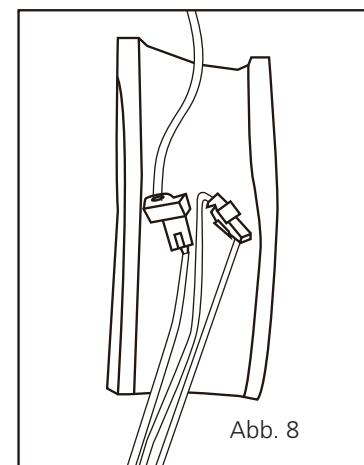

Abb. 8
- Verbinde die Andockanschlüsse des Innengeräts und des Außengeräts, siehe Abbildung 8.